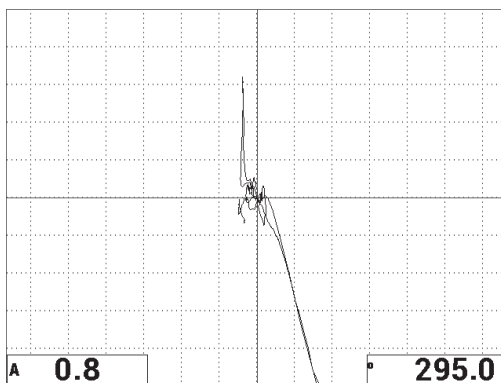

图 6-35 在脱粘缺陷和修复区域上的第二次扫查
9. 按**冻结**键 ()，解冻采集功能，按**全屏/下一组**键 () 显示全屏，然后慢慢地再次扫查脱粘缺陷和修复区域（参见第 137 页的图 6-35）。